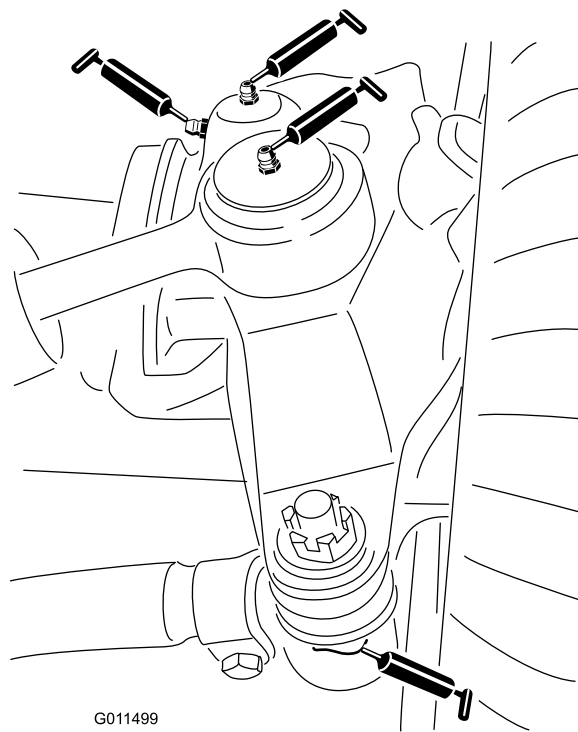

Figura 37
- Duas rótulas esféricas do cilindro da direção (Figura 37)
- Duas rótulas esféricas da barra de ligação (Figura 37)
- Dois casquilhos do pino principal (Figura 37).